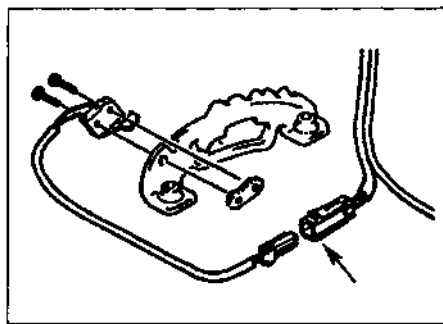

Рис. 8.19. Отсоедините разъем от выключателя положения [P], затем убедитесь в наличии контакта выключателя в положении [P]
19 Отсоедините разъем от выключателя положения (P) (см. рис. 8.19).